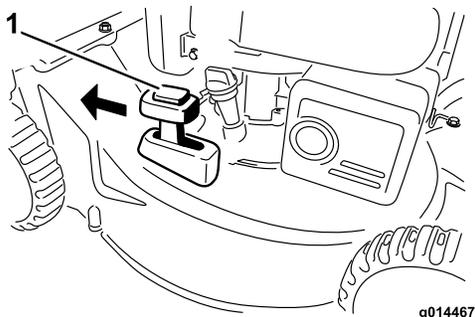

Figura 16
2. Pulse el botón situado en la palanca de Reciclado/ensacado y mueva la palanca al modo de reciclado (Figura 16).
Nota: La palanca de reciclado/ensacado debe estar en el modo de **ensacado** (Figura 16).